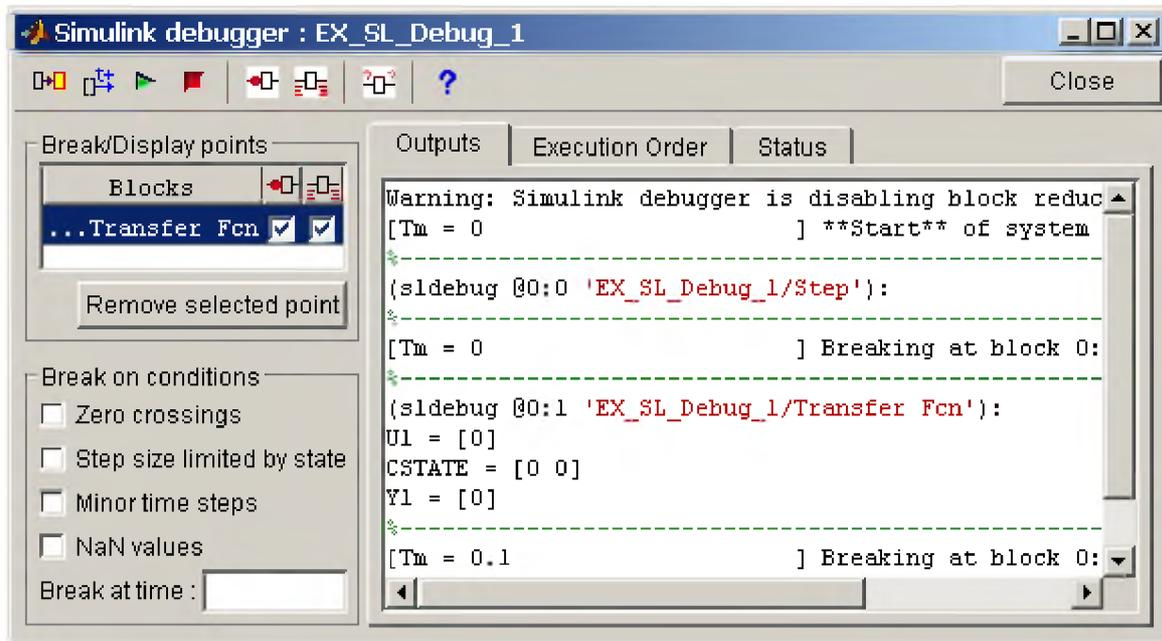

Рис. 13.3 Окно отладчика с установленной точкой прерывания для блока **Transfer Fcn**
Для установки точки прерывания достаточно выделить блок в окне модели и, затем, нажать данную кнопку. Название блока немедленно появится в окне **Break/Display points** отладчика, как это показано на рис. 13.3.
6. **Display I/O of selected block with executed** – Отображать значения входных и выходных сигналов. Данная кнопка позволяет установить режим просмотра входных и выходных сигналов какого-либо неvirtуального блока. Режим может быть установлен как для блока, для которого установлена точка прерывания, так и для блока для которого контрольная точка не установлена. Значения входных и выходных сигналов отображаются на вкладке **Outputs** окна отладчика. Входные сигналы отображаются идентификаторами **U1, U2, U3** и т.д., а выходные – **Y1, Y2, Y3** и т.д. Дополнительно здесь же отображаются значения переменных состояния – **CSTATE** (см. рис. 13.3).